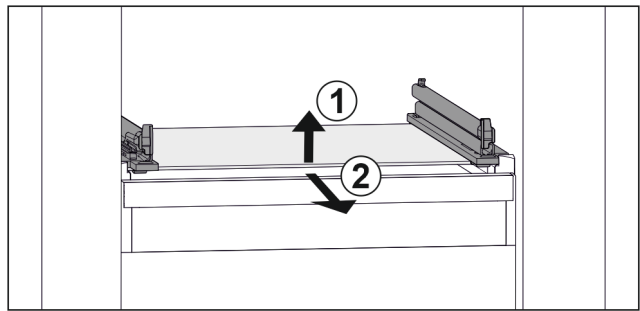

Fig. 72 Representación de la placa de vidrio a modo de ejemplo
- ▶ Levante la placa de vidrio por delante. Fig. 72 (1)
- ▶ Retire la placa de vidrio hacia delante. Fig. 72 (2)